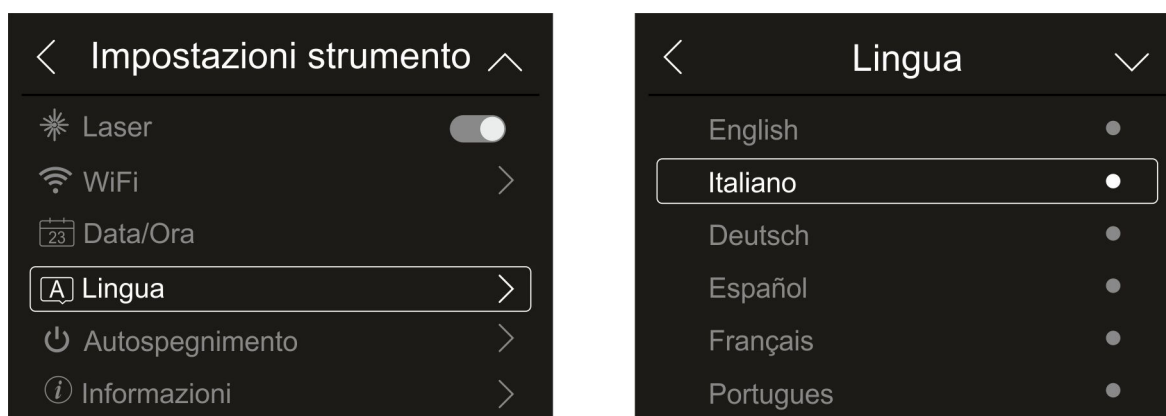

Fig. 19: Impostazione lingua di sistema
1. Toccare la voce “Lingua” per eseguire l’impostazione della lingua di sistema. La videata di Fig. 19 – parte destra è mostrata: